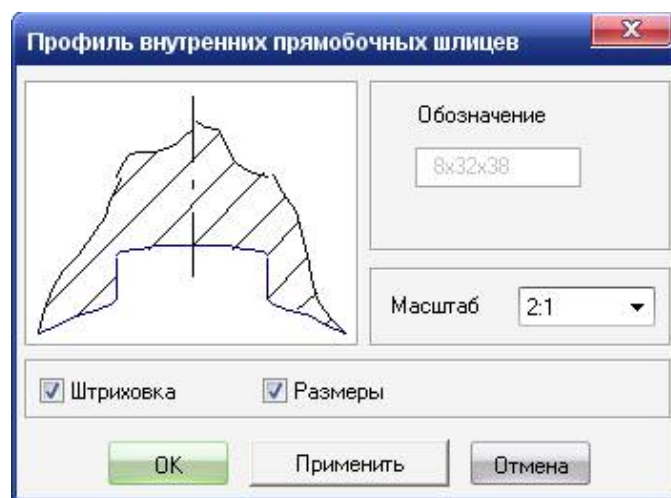

Рисунок 1.27 - Діалогове вікно **Профиль внешних прямобочных шлицев**
- оберіть пункт **Профиль шлицев**. З'явиться діалогове вікно **Профиль внешних прямобочных шлицев** (рисунок 1.27);